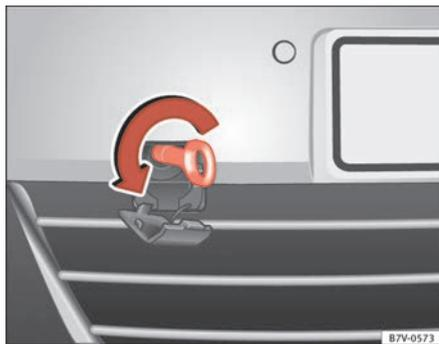

Abb. 228 Im Stoßfänger vorn rechts: Abschleppöse einschrauben.
Die Aufnahme für die einschraubbare Abschleppöse befindet sich vorn rechts im Stoßfänger ⇒ Abb. 228.
- Abschleppöse so fest es geht **entgegen dem Uhrzeigersinn** in die Aufnahme drehen ⇒ Abb. 228 ⇒ ⚠. Einen geeigneten Gegenstand benutzen, mit dem die Abschleppöse vollständig und fest in die Aufnahme eingeschraubt werden kann.